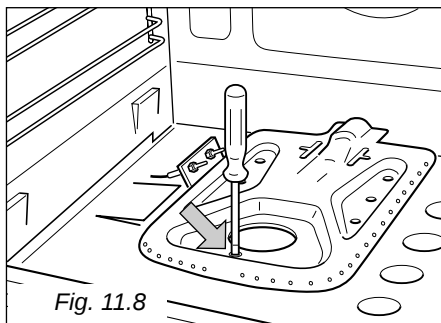

Fig. 11.8
- Dévisser et enlever la vis qui bloque le brûleur (fig. 11.8).